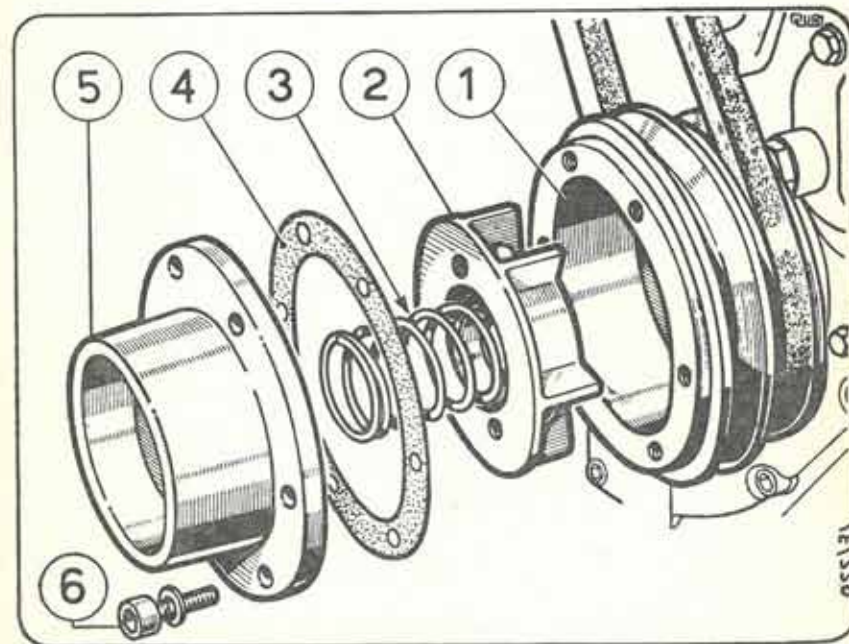

Fig. 19 - FILTRO CENTRIFUGO BREVETTO FIAT
4) Pulizia del filtro centrifugo dell'olio - (fig. 19).